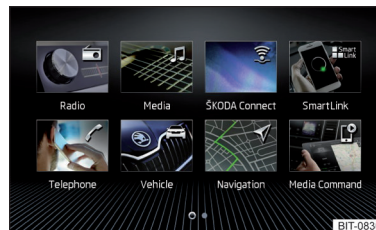
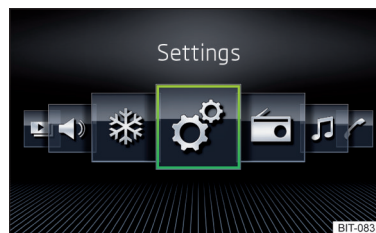

Abb. 171
Abb. 172
- Die Option **Raster-Anzeige** » Abb. 171 oder **Horizont. Anzeige** » Abb. 172 wählen.